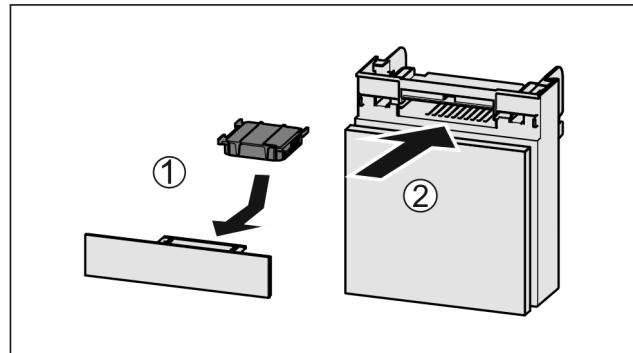

Fig. 135
- ▶ 按图装入 Fig. 135 (1) 活性炭过滤器。
- ▶ 推入 Fig. 135 (2) 抽屉。